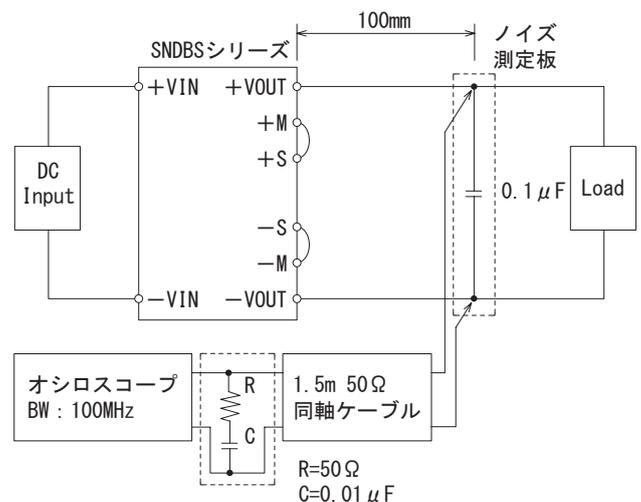

図3.5 リップル・リップルノイズ測定方法
■リップルおよびリップルノイズは、図3.5に規定する方法で測定した値です。